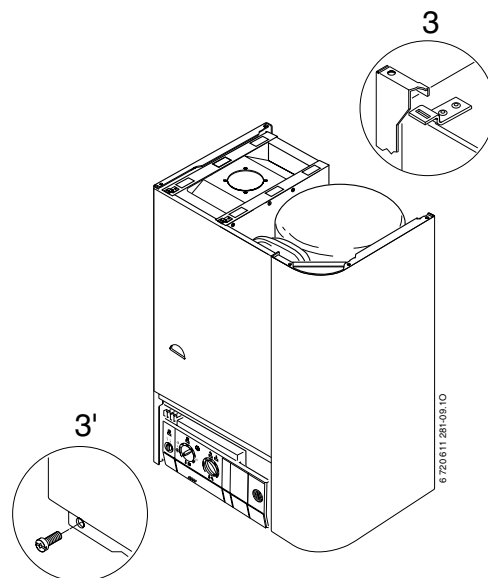

Fig. 18
- Inserire i ganci a lamella, del mantello frontale, nei fori ad asola (3), che si trovano nella parte superiore, e fissare con le 2 viti in dotazione, la sua parte inferiore (3'). Seguire Fig. 18.